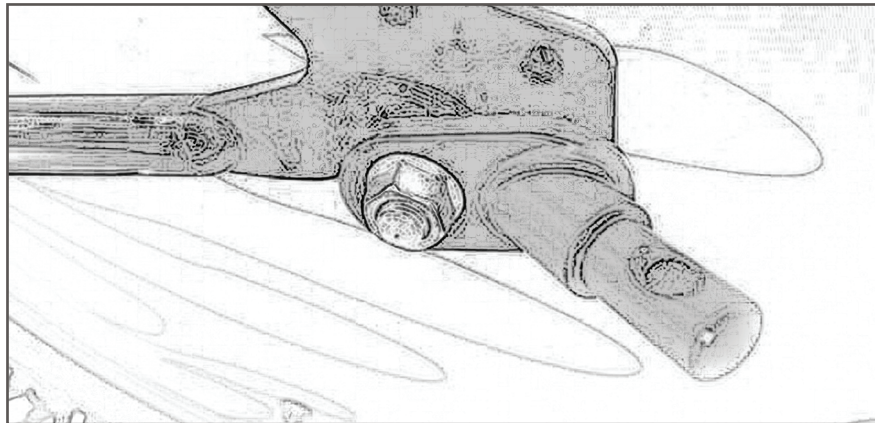

図24
2. ヒッチをバイク・フレームの後部車軸上に配置して車軸ナットを置き換えます。バイクの後部面のヒッチ・タブでしっかりと固定し、床面とほぼ並行になるようにしてください(図24)。